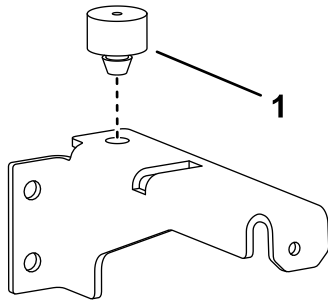

Figura 8
2. Montate il gommino di arresto sulla staffa sinistra del guscio (Figura 8).
4. Montate il gommino di arresto sulla staffa sinistra del guscio (Figura 8).